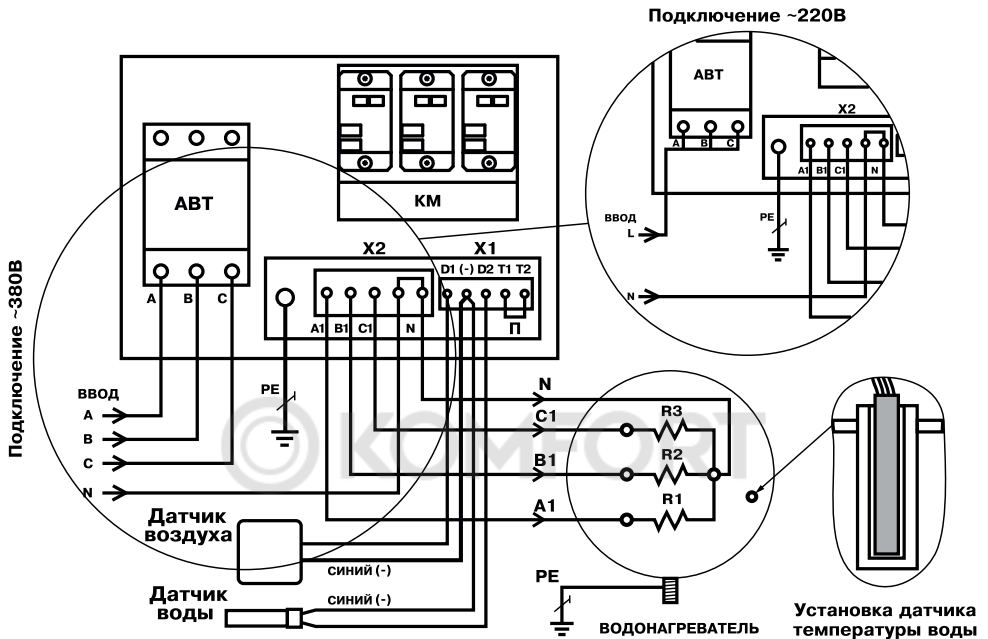
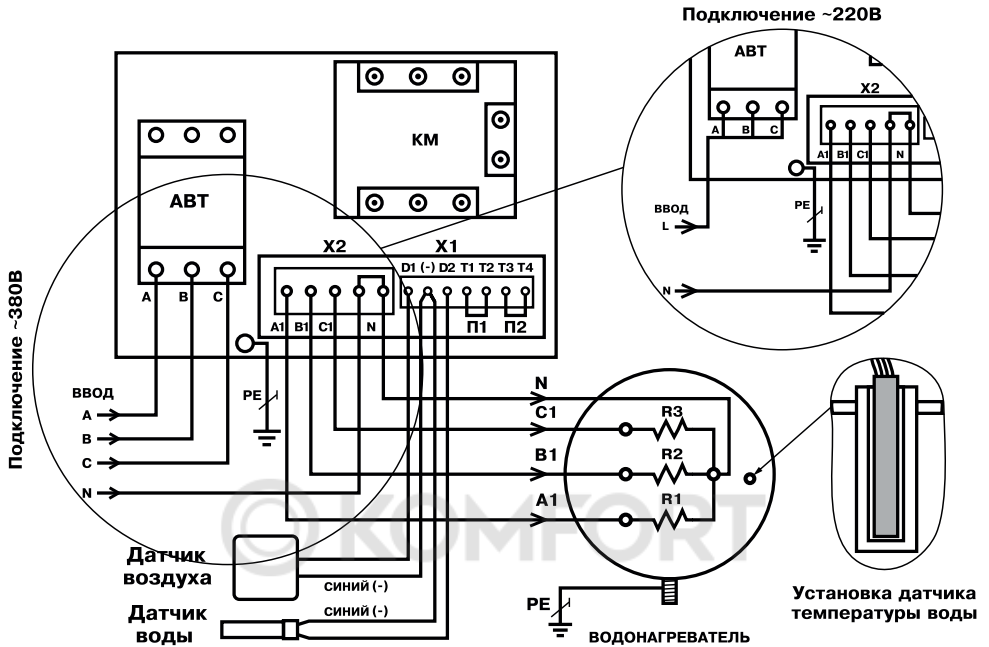

Рис.1 Схема подключения ПУ ЭВТ мощностью до 9 кВт
Рис.3 Схема подключения ПУ SSR мощностью до 9 кВт и до 15 кВт
- Эксплуатация панели управления должна осуществляться только при условии ее подключения в соответствии со схемой подключений (**Рис.1; 2; 3**);
9. Подключите панель к питающей сети кабелем соответствующего сечения, исходя из номинальной мощности котла или ТЭНБ, согласно схеме подключений (**Рис.1; 2; 3**) настоящего паспорта и инструкции по эксплуатации.
10. При подключении панели управления к однофазной сети переменного тока соедините вместе клеммы А, В, С вводного автомата и подключите их к фазному проводу питающей сети. Нулевой провод питающей сети подключается согласно схеме (**Рис.1; 2; 3**).
- Поместите в него датчик до упора, предварительно смазав термопастой (**Рис.1; 2; 3**);
- Подключите датчики к монтажной колодке X1 в соответствии со схемой (**Рис.1; 2; 3**), обращая особое внимание на полярность датчиков. Провода датчиков синего цвета, помеченные знаком (-) подключаются на клемму колодки X1, помеченную знаком (-) (**Рис.1; 2; 3**). Датчики подключаются медными проводами сечением 0,5-0,75 кв.мм необходимой длины. При длине провода более 10 метров желательно использовать провода, свитые в пары (не более 50 метров);
12. Подключите панель к котлу или твердотопливному котлу с установленным ТЭНБ, согласно схеме подключений (**Рис.1; 2; 3**) кабелем соответствующего сечения, исходя из номинальной мощности котла или комплекта ТЭНБ;
13. Выполните заземление (защитное зануление) корпуса панели, в соответствии со схемой подключений (**Рис.1; 2; 3**).
- Нулевой рабочий провод сети (N) должен подсоединяться к колодке X2 «НЕЙТРАЛЬ» внутри панели и к общему проводу ТЭН котла или ТЭНБ;
- Подключить внешний термостат к монтажной колодке X1 вместо перемычки (П) **Рис.1; 2** или (П1) **Рис.3** для ПУ ЭВТ SSR до 9 и до 15 кВт.
Внимание! В случае отсутствия перемычки (П или П1 для ПУ ЭВТ SSR до 9 и до 15 кВт) или срабатывания внешнего термостата, подключенного вместо перемычки к колодке X1 (**Рис.1; 2; 3**) устройство будет отключено.
- Подключить датчик перегрева теплоносителя к монтажной колодке X1 вместо перемычки (П2) **Рис.3**.
Внимание! В случае отсутствия перемычки (П2) или срабатывания датчика перегрева теплоносителя, подключенного вместо перемычки к колодке X1 (**Рис.3**) устройство будет отключено.